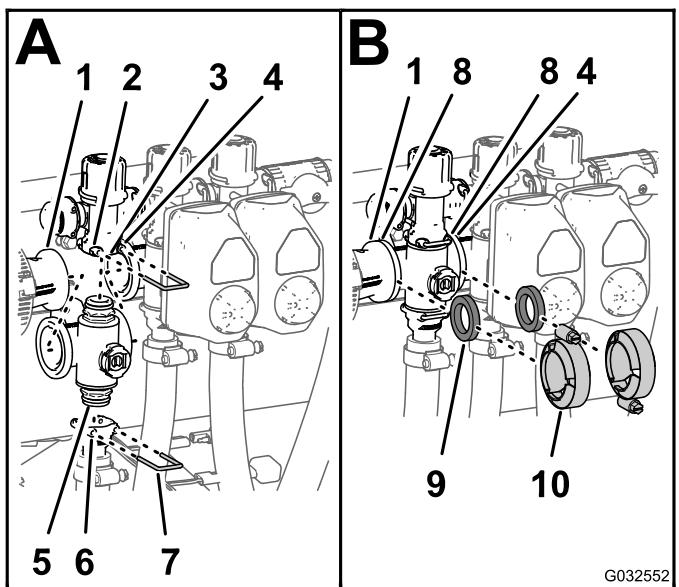

Figure 110
- Insérez le raccord d'embout supérieur de la valve de collecteur dans le raccord de dérivation (A de Figure 110).
la douille du raccord de dérivation (A de Figure 110).
3. Montez le raccord de sortie sur le raccord d'embout inférieur de la valve de collecteur (A de Figure 110).
4. Fixez le raccord d'embout au raccord de sortie en insérant un étrier de fixation dans la douille du raccord de sortie (A de Figure 110).
5. Placez joint entre les brides de l'accouplement réducteur et du collecteur de vanne de section (B de Figure 110).
6. Montez l'accouplement réducteur, le joint et le collecteur de vanne de section avec un collier serré à la main (B de Figure 110).
7. Si vous montez les 2 vannes de section gauches, placez un joint entre les brides des 2 collecteurs de vanne de section adjacentes (B de Figure 110).
8. Montez les 2 collecteurs de vanne de section adjacentes et le joint avec un collier serré à la main (B de Figure 110).